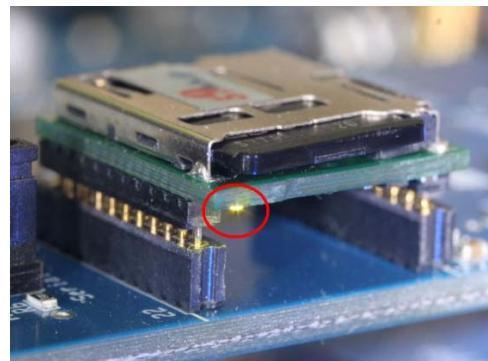

図 7.1 LED の実装位置
- “CONFIG.TXT”で#P : C9 = 1を指定することにより、本モジュールの裏面に実装されたLED(図7.1参照)の点滅により、モジュールのバージョン情報を表示させることができます。